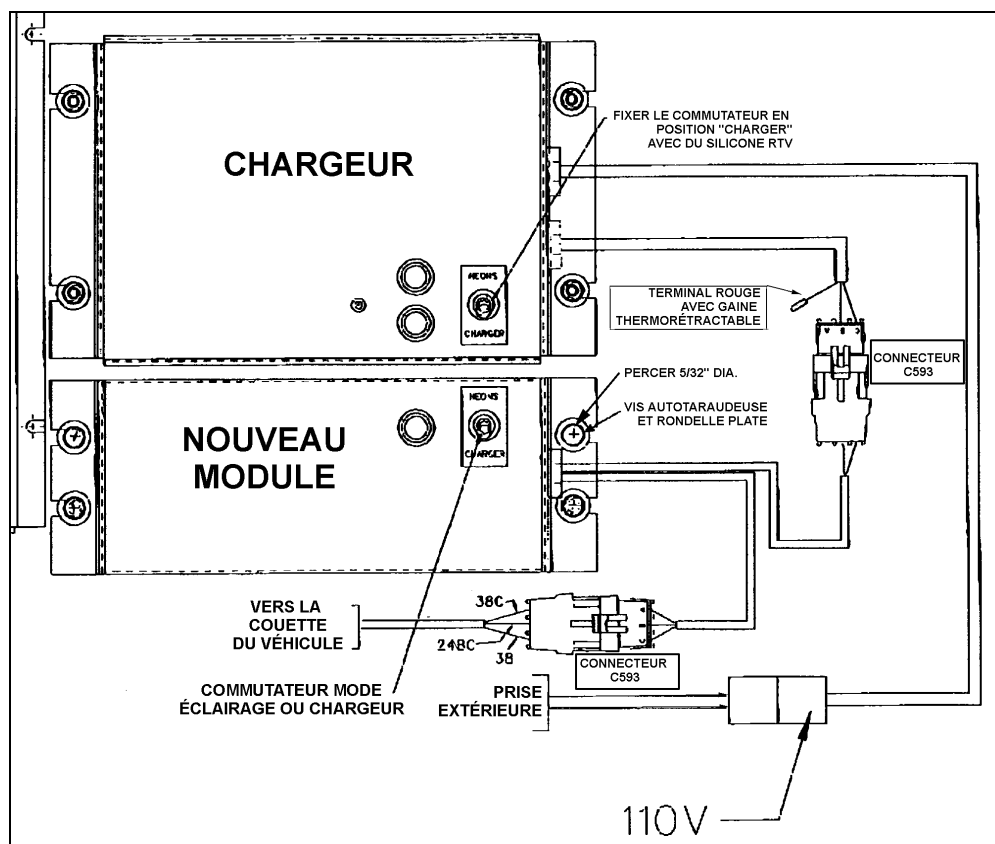

figure 3 : localisation du nouveau module de correction
- Placer le nouveau module de correction à un minimum de 1/2" au-dessous du chargeur. Percer 4 trous de diamètre 5/32" dans la paroi et fixer le module à l'aide de 4 vis autotaraudeuses 10X3/4" et 4 rondelles plates. (figure 3).
- Retirer le conducteur rouge 38C du connecteur C593 à la sortie du chargeur et l'isoler avec une gaine thermorétractable, puis rabattez-le sur le fil avec du ruban isolant (figure 3).
- Fixer le commutateur à levier du chargeur en position "charger" avec du silicone RTV (figure 3).
- Raccorder les connecteurs C593 du chargeur et du nouveau module (figure 3).